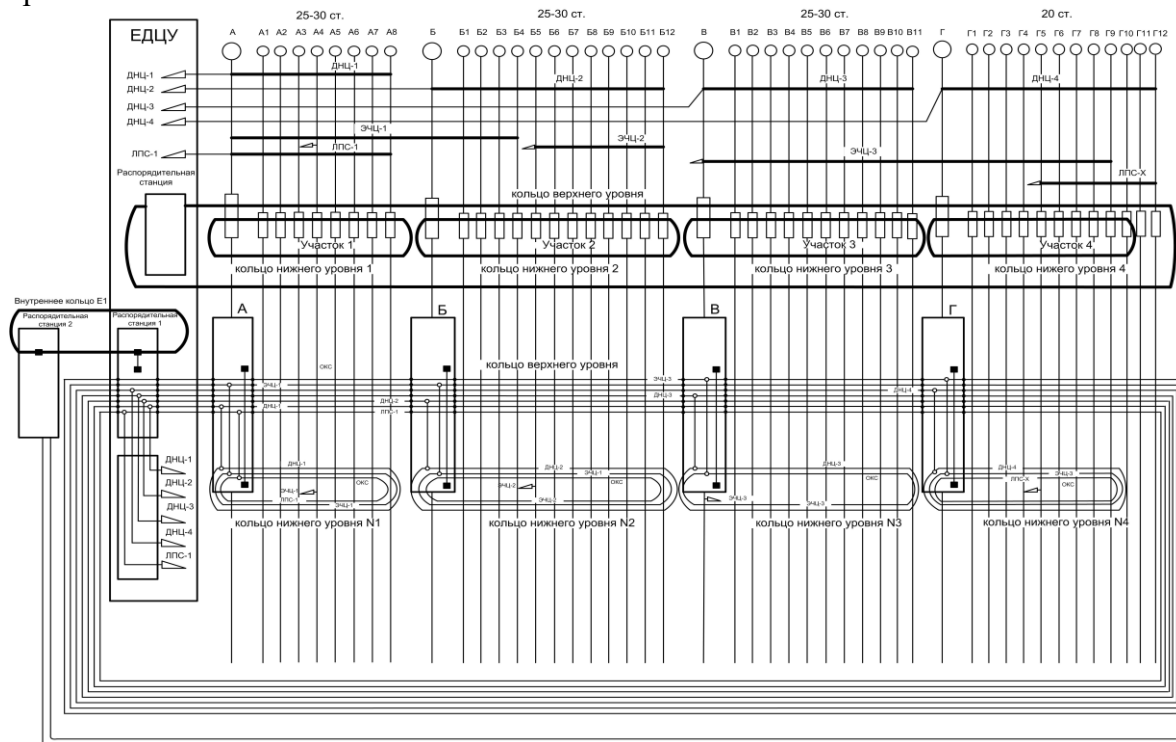

Рисунок 5 - Двухуровневая структура сети
**Дидактические материалы:** структурные схемы цифровой сети одного из направлений железной дороги (рис. 5).
Цифровая сеть технологической электросвязи строится с использованием первичных цифровых каналов (ПЦК), канала Е1 сети технологической связи центрального и регионального уровней в соответствии с отраслевым стандартом ОСТ 32.145-2000. Базовой структурой сети ТЭС является двухуровневая кольцевая структура, состоящая из колец нижнего и верхнего уровней (рис. 5).
2. На заданной структурной схеме цифровой сети технологической электросвязи (рисунок 5) выделите разным цветом кольца нижнего, верхнего уровней и «внутреннее» кольцо, при этом в кольце верхнего уровня выделите соответствующим цветом каналы Е1, связанные с кольцами нижнего уровня.